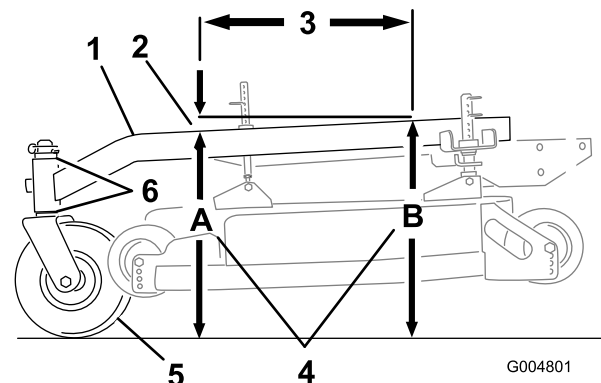

Figure 80
L'inclinaison avant/arrière du bâti porteur doit être comprise entre 3 mm (1/4 po) et 9 mm (3/8 po) sur 61 cm (24 po) de sa longueur (Figure 80).
- Mesurez 61 cm (24 po) sur le bâti porteur (Figure 80).
- Mesurez la hauteur du bâti porteur au point **A** (Figure 80).
- Mesurez la hauteur du bâti porteur au point **B** (Figure 80).
4. La hauteur au point **A** doit être inférieure de 3 à 10 mm (1/8 à 3/8 po) par rapport au point **B** (Figure 80).
5. Si ce n'est pas le cas, déplacez les entretoises des roues pivotantes de manière à obtenir l'inclinaison voulue de 3 à 10 mm (1/8 à 3/8 po) (Figure 80). Déplacez les entretoises en haut ou en bas pour corriger l'inclinaison.